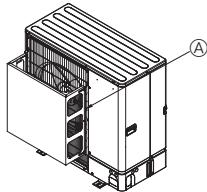

Fig. 2-5
- ② Installeer een optionele luchtgeleider als het apparaat wordt geïnstalleerd op een plaats waar krachtige windstoten bij storm etc. rechtstreeks de luchtuiltaat kunnen binnendringen. (Fig. 2-5)